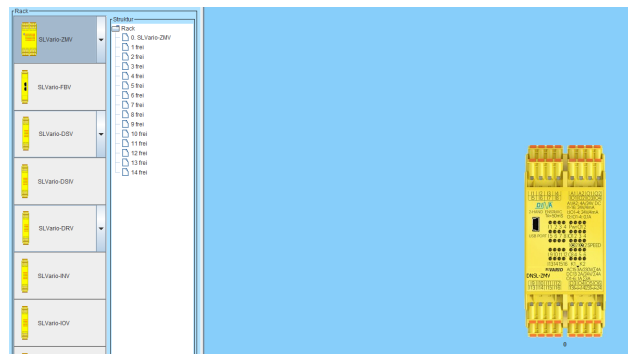

Abbildung 2-4
- Ziehen Sie das ausgewählte Modul mit gedrückter linker Maustaste auf den gewünschten Steckplatz 0 im Bereich „Struktur“. (Abbildung 2-4)